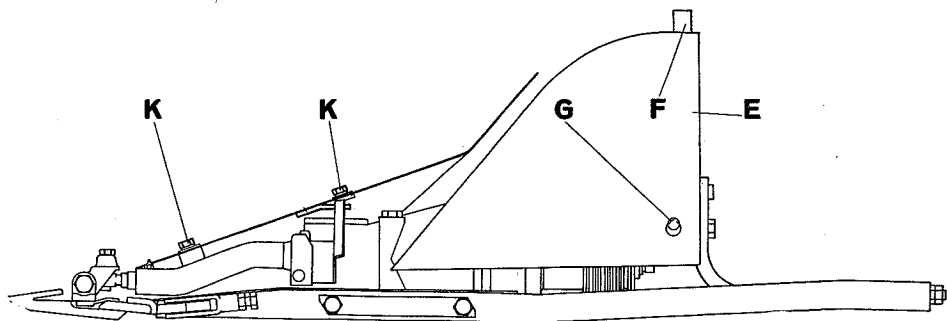

Fig. 6
4. Keilriemenverdeck und Schwingblech (Fig. 6)
4. Protection des courroies trapézoïdales et tôle oscillante (fig. 6)
4. Protezione delle cinghie trapezoidali e lamiera oscillante (fig. 6)